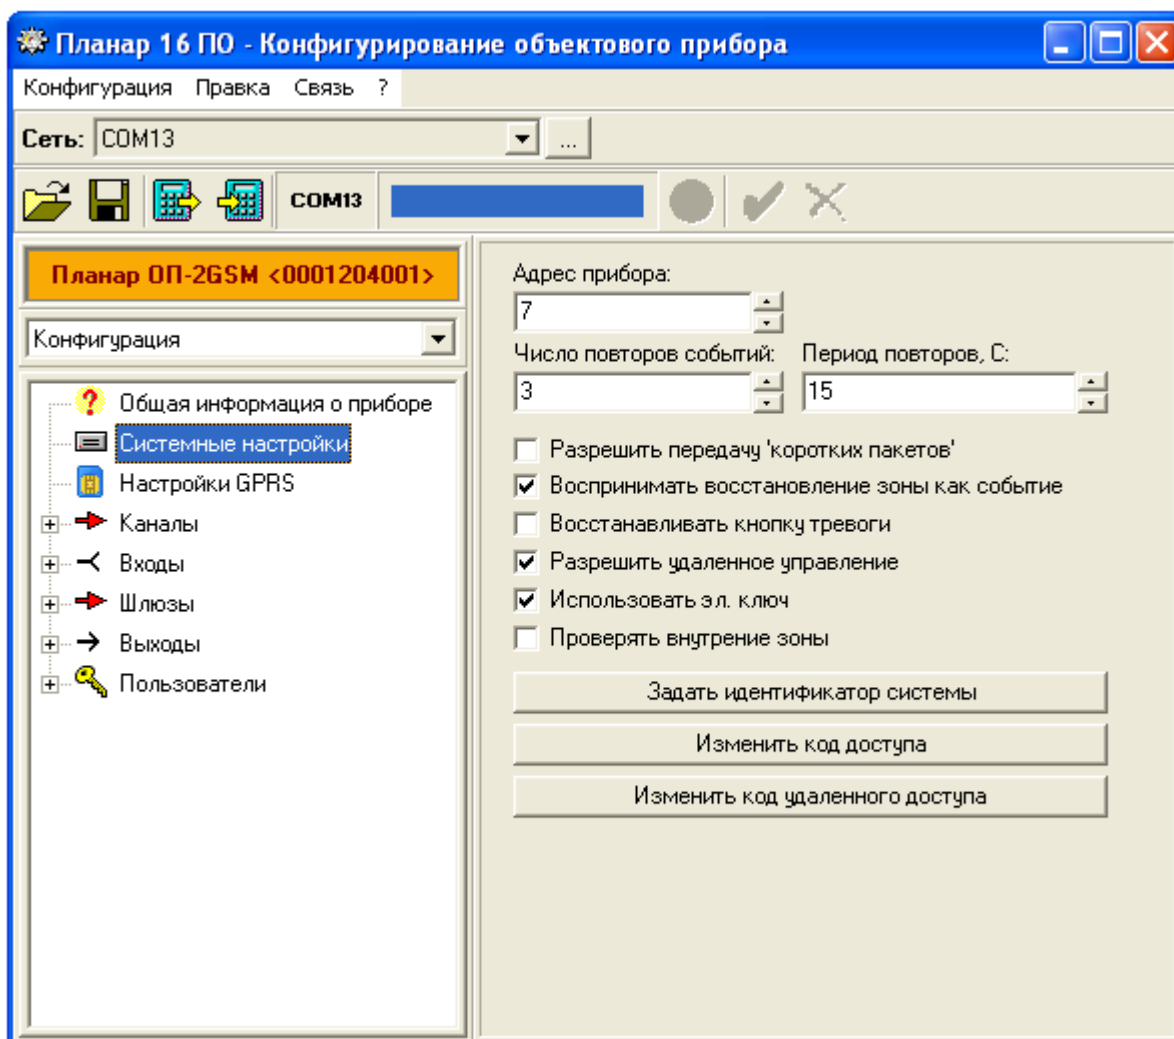

Рис. 12 Типовое окно редактирования системных настроек объектового прибора
12.2.6.1. Для изменения системных настроек в дереве конфигурируемых параметров выберите параметр «**Системные настройки**» типовое окно программы конфигурирования объектового прибора при описании системных настроек показано на Рис.12.